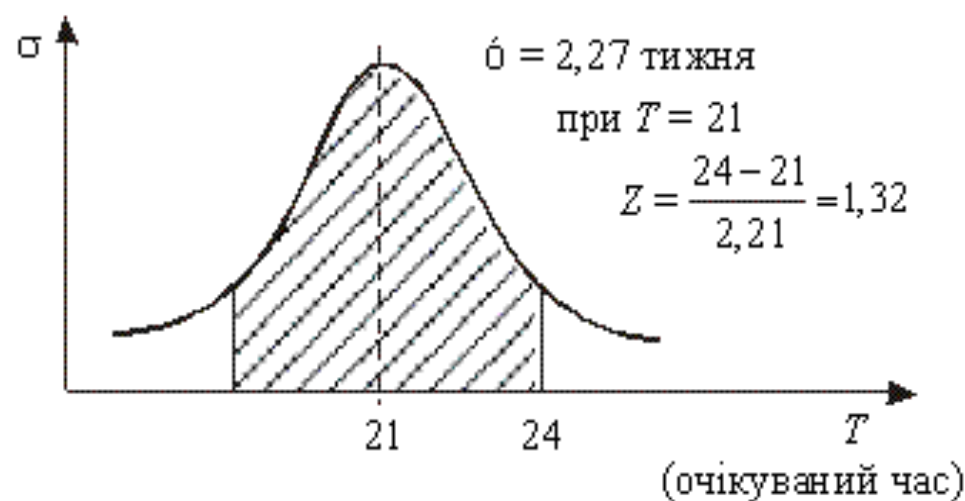

Рис. 6.17. Розподіл часу завершення проекту
Це припущення полягає в тому, що розподіл часу (T) завершення проекту є нормальним, дзвоноподібним (рис. 6.17):